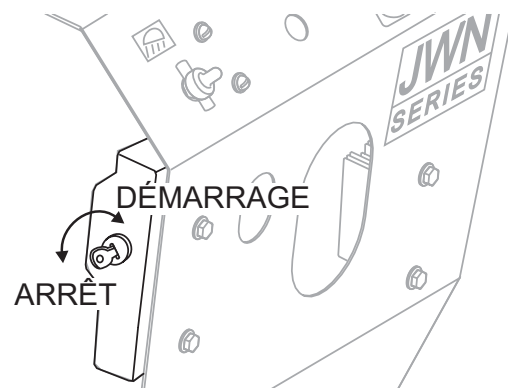

Figure 10. Clé d'allumage
5. Tourner la clé d'allumage (figure 10) dans le sens horaire et écouter le moteur démarrer. Une fois que le moteur a démarré, relâcher la clé d'allumage.